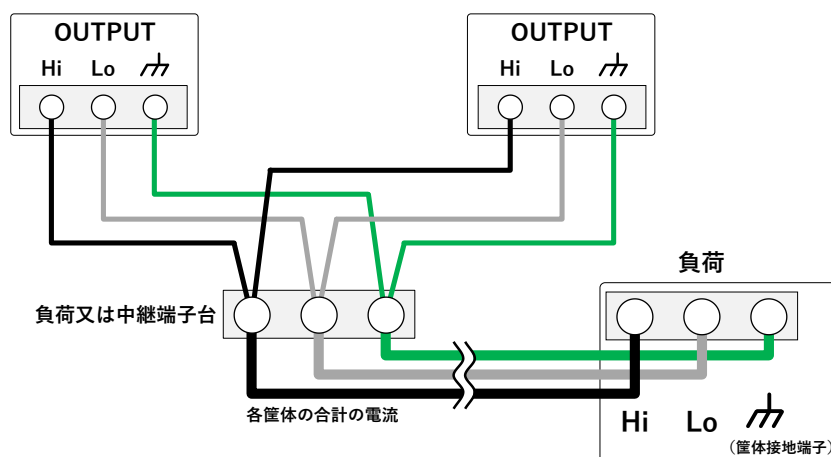
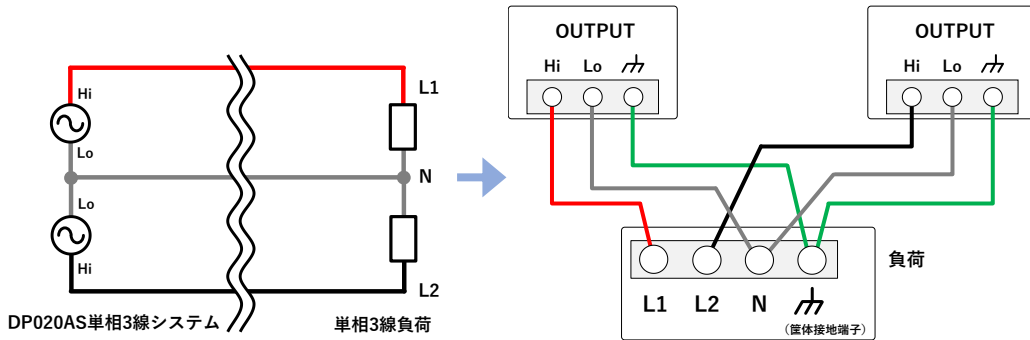
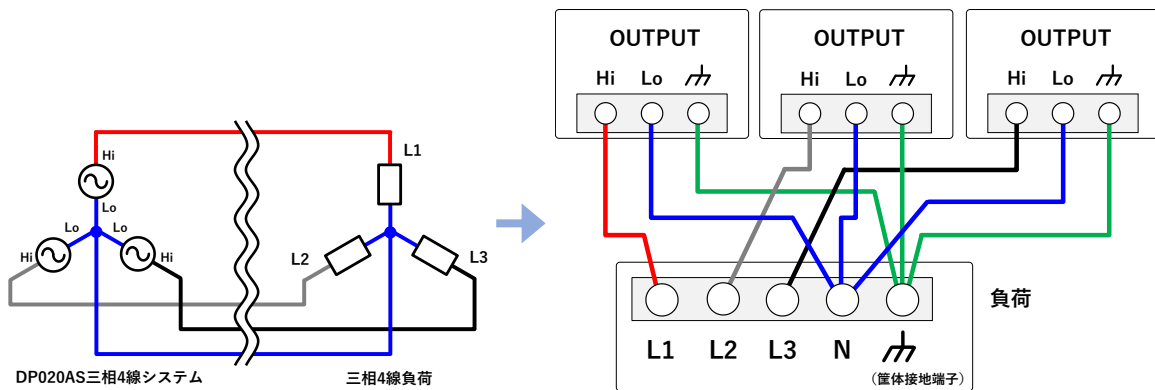

図 2-6 単相2線, 2台での出力結線
図 2-7 単相 3 線システムの接続
図 2-8 三相 4 線システムの三相 4 線接続
各相をブーストアップする場合, 図 2-7, 図 2-8, 図 2-9 にあるそれぞれの OUTPUT 端子がブーストアップ接続した出力端子になります。ブーストアップ接続については図 2-6 参照してください。
3. 図 2-6, 図 2-7, 図 2-8, 図 2-9 を参考に、出力端子と負荷をケーブルで接続します。各筐体出力端子の Hi 端子に電圧線を接続します。